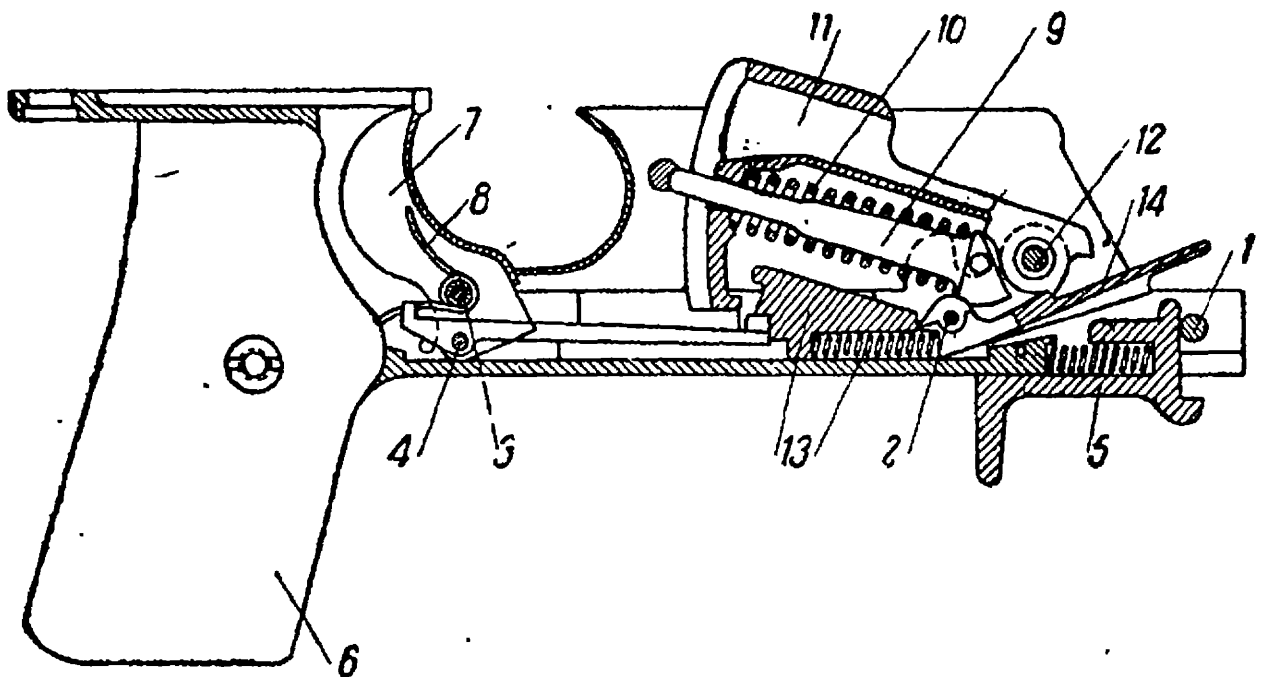

Рис. 13. Коробка спускового механизма:
16. Коробка спускового механизма (рис. 13) служит для соединения частей ударно-спускового механизма. Она имеет: шпильку для крепления со ствольной коробкой, ушки для оси курка, вырез для оси стержня боевой пружины, отверстие для оси автоматического спуска, паз для помещения шептала спускового рычага и спускового крючка; отверстие для оси спускового крючка; на конце — отверстие для соединительного винта. Снизу в коробке помещается защелка магазина с пружиной. Сзади к коробке прикреплена деревянная рукоятка для удобства ведения стрельбы.
17. Ударно-спусковой механизм (см. рис. 13) состоит из курка, боевой пружины, направляющего стержня пружины, автоматического спуска, шептала с пружиной, спускового рычага и спускового крючка с пружиной.